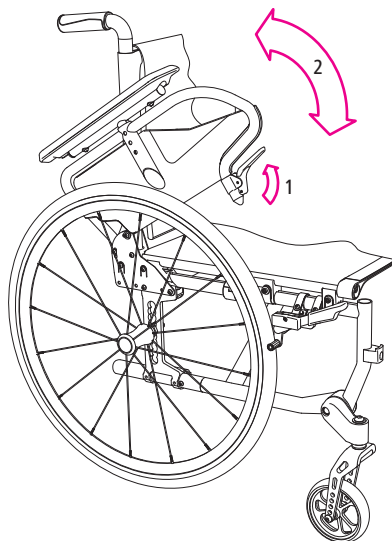

Рис.27
1. Для цього злегка потягніть вгору маленький фіксуєчий важіль (1, рис. 27).
2. При цьому механізм блокування бічного елемента відкриється, і ви можете повернути весь бічний елемент назад/вгору (2, рис. 27).